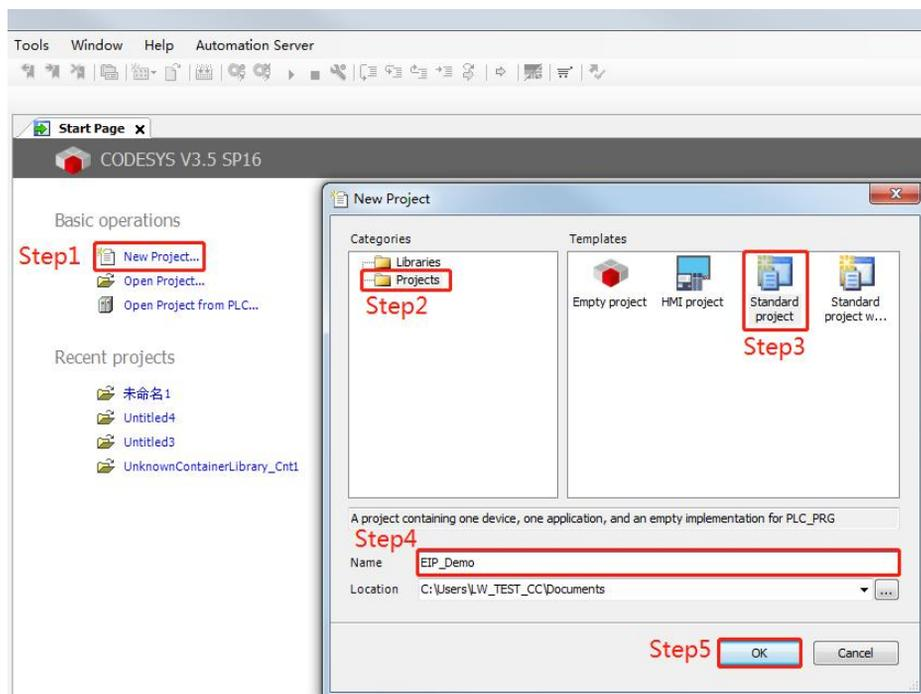

图 5-4-1
- 打开 CODESYS V3.5 SP16 软件，如图 5-4-1 所示点击“New project”：选择对应的模板，填写工程名称，点击 OK 创建。